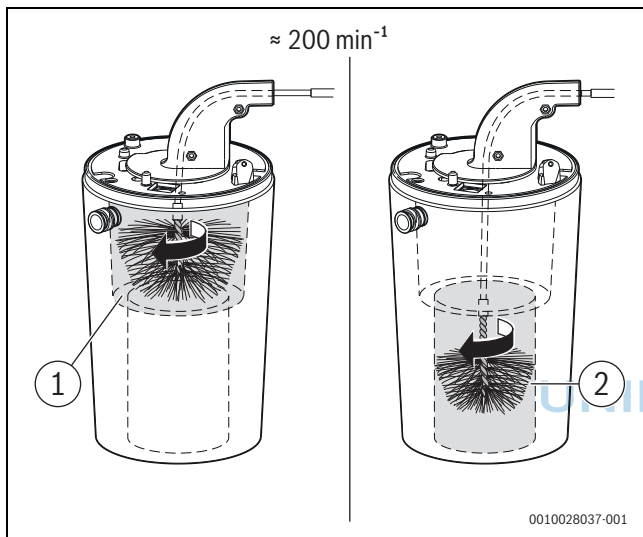

Bild 167 Wärmeblock reinigen (ca. 200 min⁻¹, nur Rechtslauf)
- ▶ Mit kleiner Bürste für den unteren Bereich wiederholen (→ Bild 167, [2]).